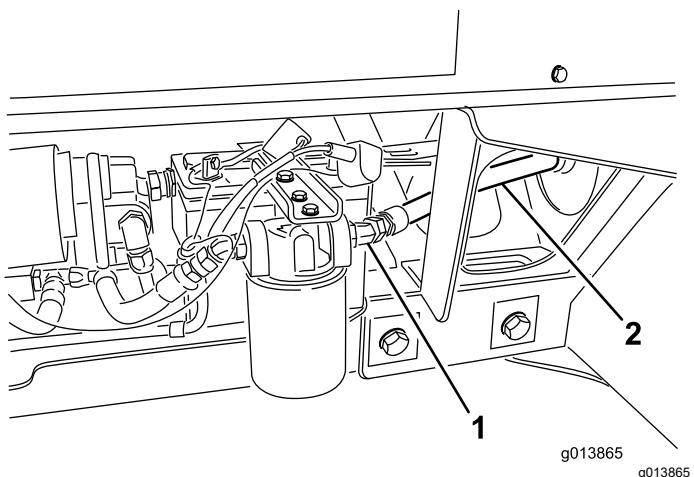

Figura 11
8. Ligue o tubo hidráulico n.º 3 à saída do filtro (Figura 11).